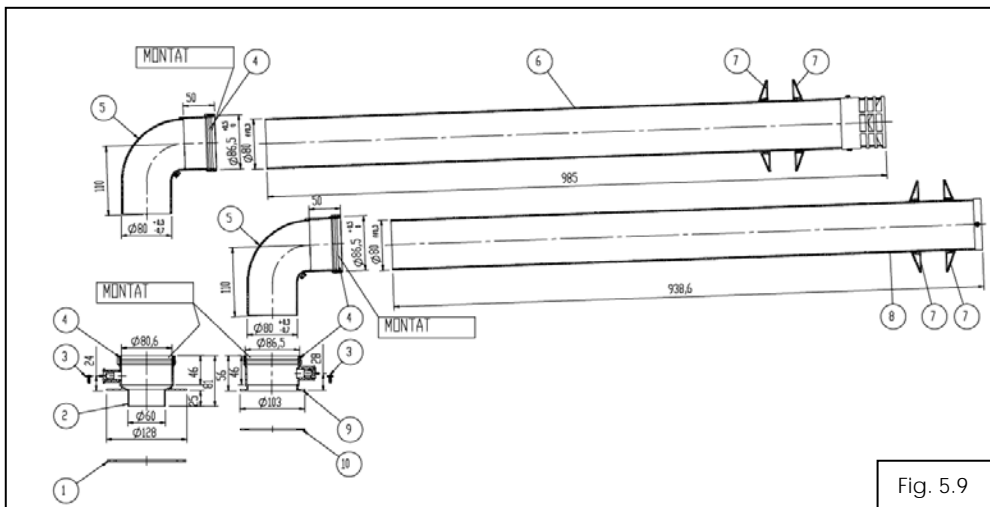

Fig. 5.9
**Kitul dual, fig. 5.9 se livreaza doar la cerere.** Kitul dual este format din doua conducte: una pentru admisie aer si una pentru evacuare gaze arse de acelasi diametru, Ø80mm, din doua coturi de 90 si din garniturile aferente.